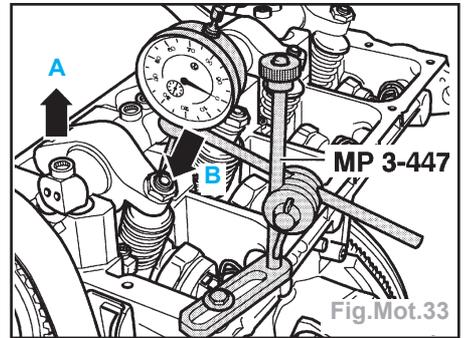

Fig.Mot.33
- Mettre un comparateur sur la vis de réglage de la pompe-injecteur (Fig.Mot.33).